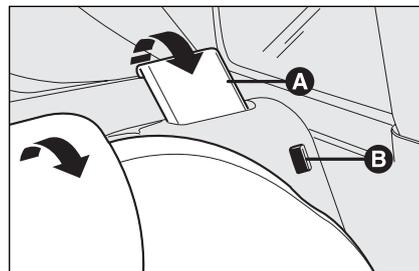

fig. 97
- sollevare la leva **A-fig. 97** di ritegno schienale e ribaltare quest'ultimo in avanti. Il sollevamento della leva è evidenziato da una "banda rossa" **B**.